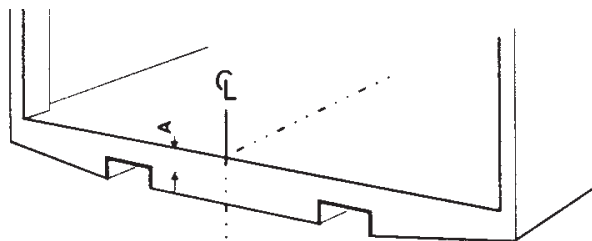

Bild 10. Mät ut och markera mittpunkten på fordonets bakbalk
1. Mät ut och markera mittpunkten på fordonets bakbalk, Se Bild 10.